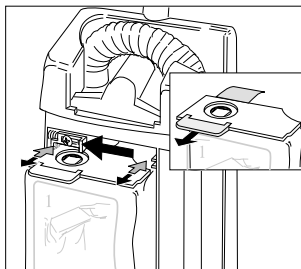

Fig. 7
5.1 Changer le sachet-filtre en papier <Fig. 7>